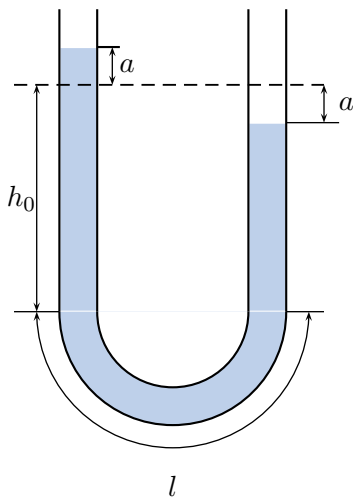

Figura 6: Problema 6
6. Determina la ecuación de movimiento de las superficies de las columnas de líquido de la figura 6 de este problema, y resuélvela para las condiciones iniciales indicadas, suponiendo que inicialmente el líquido estaba en reposo.